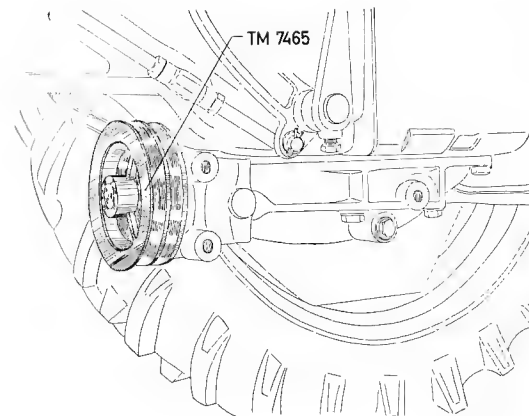

Abb. 1
1. Die **Keilriemenscheibe** TM 7465 wird gemäß Abb. 1 auf das freie Gewinde der Mähantriebszapfwelle aufgeschraubt.